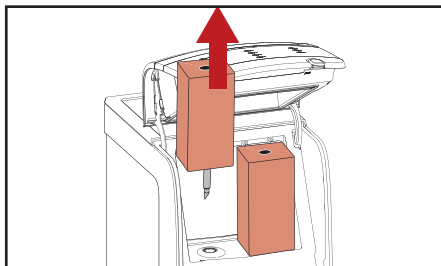

Bild 5.8 - Ta bort produktförpackningar
3. Ta ut produktförpackningarna (bild 5.8).